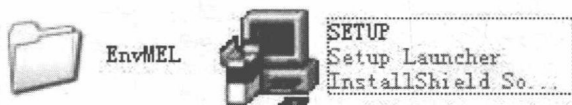

图 1-1-11 安装“通用环境”
① 打开三菱PLC编程软件GX DEVELOPER文件夹，先安装“通用环境”，点击文件夹“EnvMEL”，再点击“SETUP”进行软件安装。安装“通用环境”如图1-1-11所示。